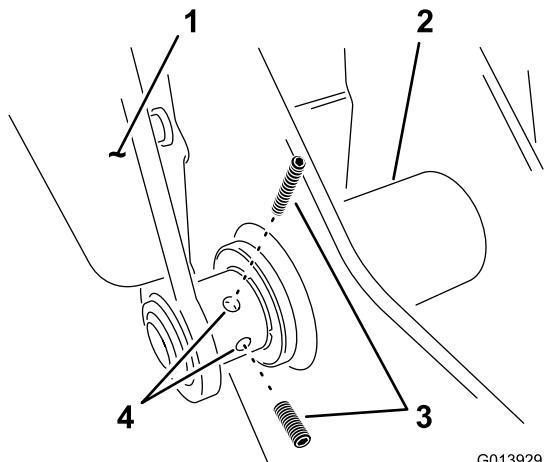

Figura 7
- Instale dois parafusos no braço esquerdo no ponto inferior da dobradiça (Figura 7).